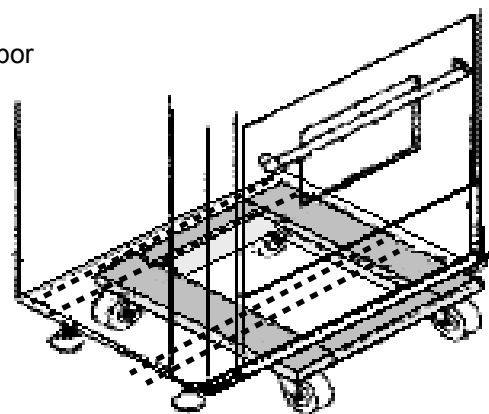

Figura 6: Colocar la carretilla
5. Debido al peso se debe usar una carretilla con ruedas suaves para transportar esta unidad. El peso debe quedar soportado uniformemente sobre la parte inferior. (Vea Figura 6).
7. Reemplace el panel para los pies. Es importante que los dos (2) tornillos que fijan el panel de pies queden bien apretados para evitar el acceso accidental a las superficies calientes.